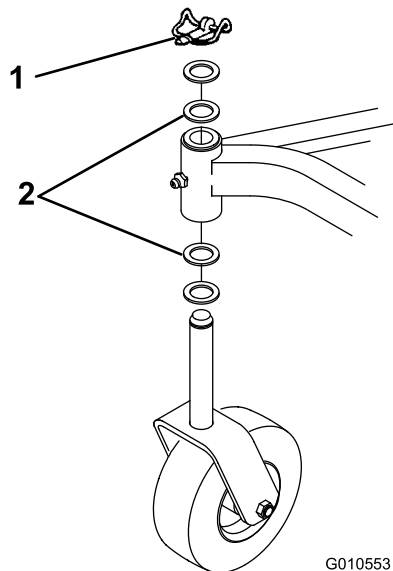

Figura 26
- A. Si la unidad de corte suele utilizarse con una altura de corte de 25–51 mm, debe elevarse el lado bajo de la unidad de corte. Retire el pasador de seguridad que sujeta la rueda giratoria del extremo bajo (Figura 26) y retire el conjunto de la rueda giratoria.
- C. Si la unidad de corte se utiliza con alturas de corte de 51–102 mm, baje el lado alto de la unidad de corte. Retire el pasador de seguridad de la rueda giratoria del extremo alto de la unidad y retire el conjunto de la rueda giratoria (Figura 26).